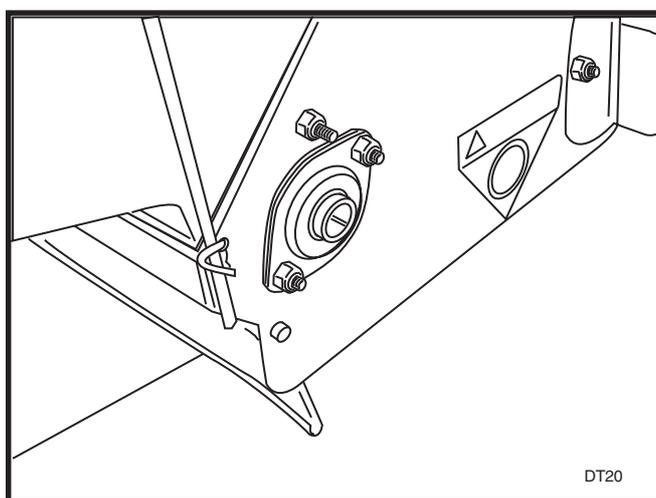

FIGURE 2
9. Placez la boîte des semences sur l'unité et replacez le roulement avec le collier excentrique à l'extérieur. Les vis qui attachent la boîte de semences au cadre DOIVENT comporter des rondelles à l'intérieur de la boîte. NE les serrez PAS trop afin de ne pas déformer le plastique, enfoncez-les UNIQUEMENT. Voir la Figure 2.